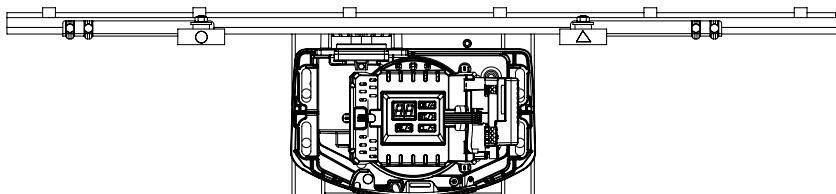
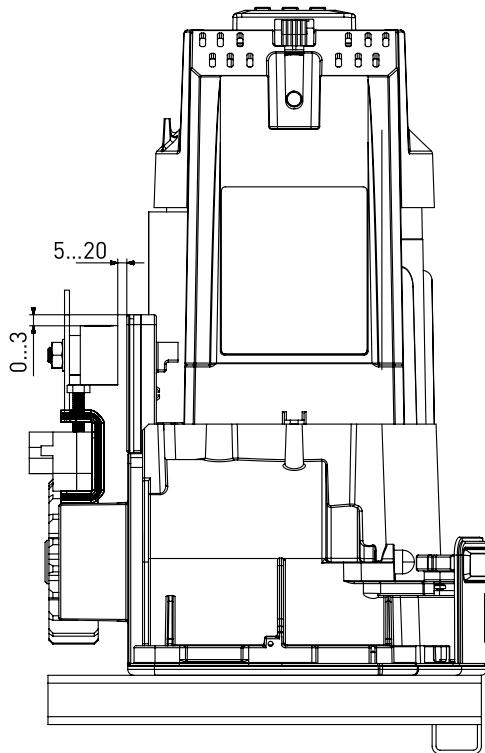

Рисунок 11
Рисунок 12
- Разместите магниты на кронштейнах таким образом, чтобы, находясь перед воротами со стороны привода, магнит с синей треугольной меткой располагался справа от привода, а с красной круглой меткой — слева (рис. 11). Магниты должны располагаться в горизонтальном положении на одной высоте с верхней кромкой блока выключателей привода на расстоянии 5...20 мм от рабочей плоскости блока выключателей (рис. 12).